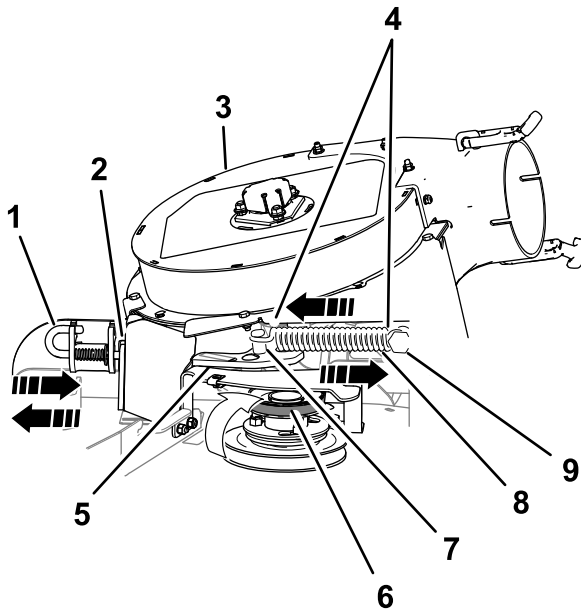

Figure 9
1. Tirez sur la poulie de tension rappelée par ressort pour l'éloigner du tenon fixe et déchaussez la courroie de la poulie de tension (Figure 9).
2. Déplacez le support de pivot de la poulie de tension vers le tenon de ressort fixe et décrochez le ressort du tenon du ressort de la poulie de tension (Figure 9).
5. Placez la goupille de verrouillage du ventilateur en position ouverte et faites pivoter le ventilateur vers l'extérieur (Figure 9).
3. Ouvrez la goupille de verrouillage de ventilateur, approchez le ventilateur du plateau et fixez la goupille de verrouillage au support de goulotte (Figure 9).
6. Déplacez la poulie de tension vers le tenon fixe du ressort et accrochez le ressort en alignant le crochet sur le tenon mobile du ressort (Figure 9).